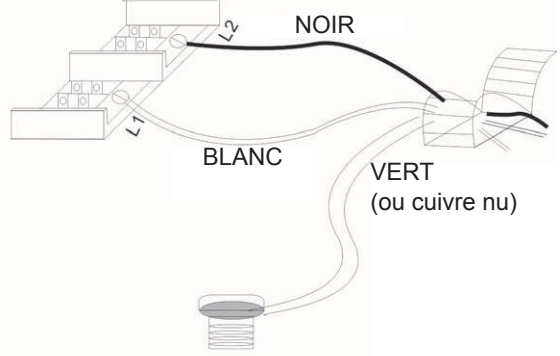

Figure 7
3. Connectez les fils au bloc d'alimentation à la base du radiateur (voir la figure 7).